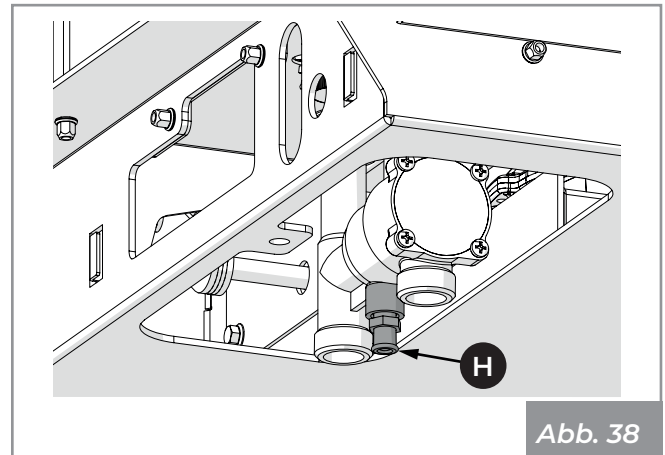

Abb. 38
- 1) Einen Gummischlauch an den Anlagenablauf (H) anschließen und öffnen. Das Entlüftungsventil öffnen und so das Wasser fließen lassen, bis das Gerät vollständig entleert ist. Das Entlüftungsventil und den Hahn (Abb. 38) schließen.